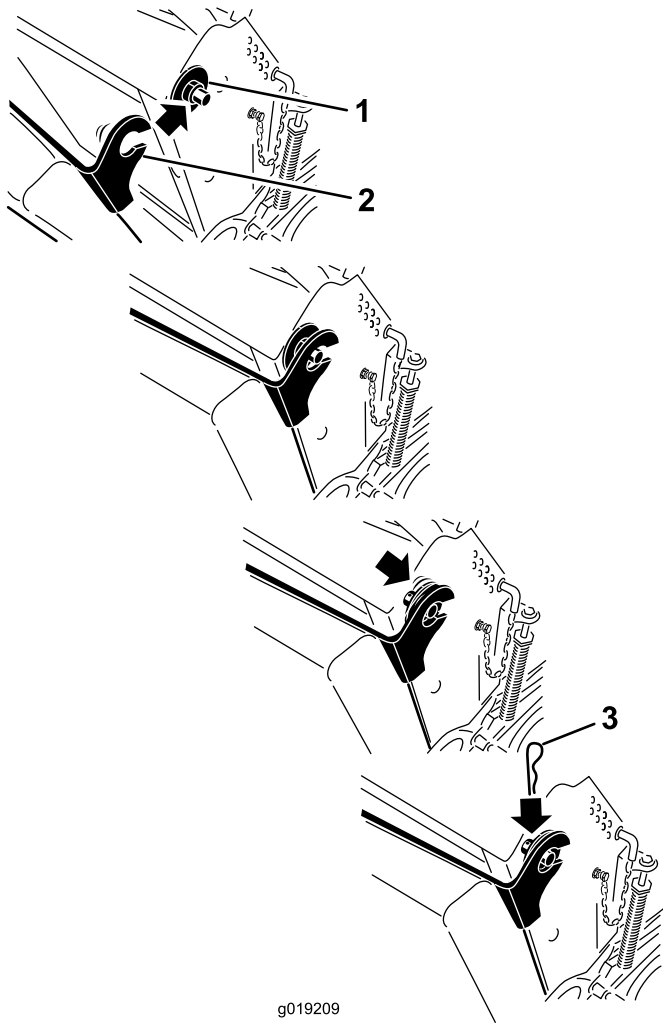

Figura 34
- 6. Levante el cojín y deslícelo sobre los pasadores en cada lado de la máquina (Figura 34).
- 7. Introduzca las arandelas grandes con casquillos de plástico en los soportes del cojín y sujételos con chavetas (Figura 34).